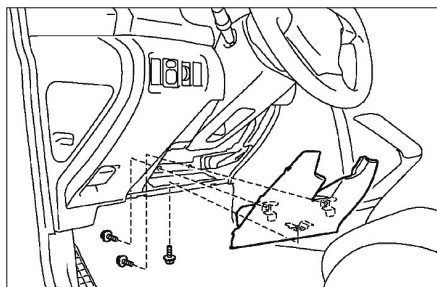

FIG. 6
- Déposer les trois boulons de fixation du module d'airbag genoux (fig. 6).